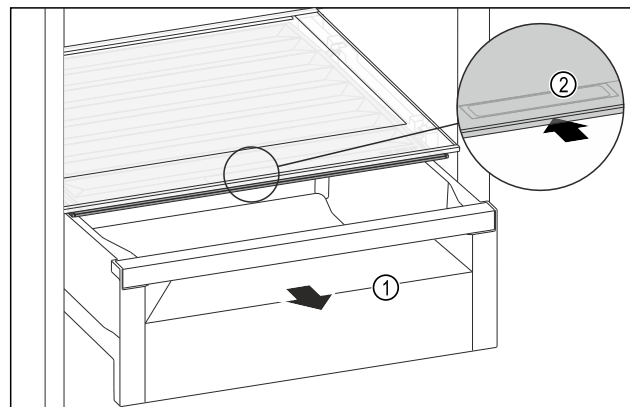

Fig. 156
- Tërhiqni jashtë sirtarin Fig. 156 (1).
- Kapni dorezën e futur Fig. 156 (2) në kapakun e ndarjes dhe në të njëjtën kohë shtyni për prapa kapakun e ndarjes.